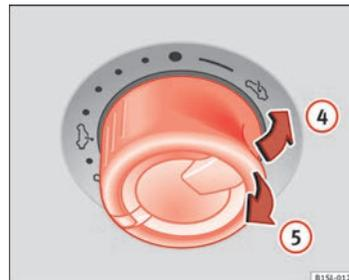

Fig. 27 Nel tettuccio interno: girare il comando per sollevare il tettuccio e chiuderlo.
- Prima che siano trascorsi circa 5 secondi dall'attivazione del limitatore di forza, tirare la manopola → fig. 27(5) fino a che il tettuccio scorrevole si sia chiuso completamente.